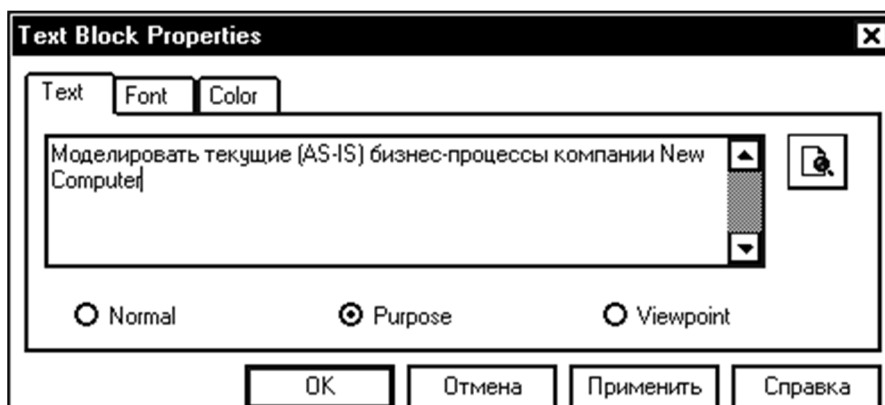

Рис. 3. Вставка текста на диаграмму
27. С помощью кнопки Текст **T** на панели BPWin и окна **TextBlock Properties**(рис. 3) внесите текст в поле диаграммы — точку зрения (© *Viewpoint* = Директор) и цель (© *Purpose* = Моделировать текущие (AS-IS) бизнес-процессы компании New Computer). Нажмите ОК в окне и  на панели BPWin.